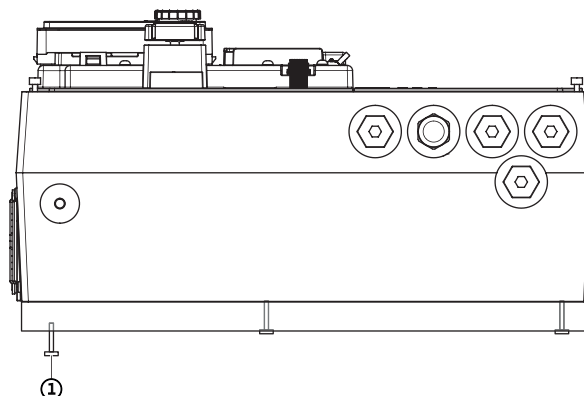

Fig. 46: Luzowanie płyty adaptacyjnej
12. Odkręcić śruby płyty adaptacyjnej na spodzie modułu elektronicznego (Fig. 46, poz. 1).